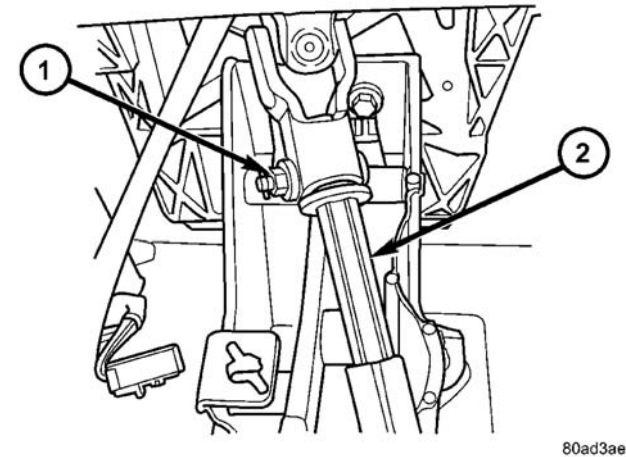

图 67 夹紧螺栓
(16) 拆下夹紧侧夹子，然后从转向管柱上的支架上拆下换挡拉线。
(17) 将方向盘从中间直行位置向右转动180°（倒置位置），然后取下钥匙，将转向管柱锁定到位。
(18) 拆下将转向管柱结合到中间轴的夹紧螺栓（图 67）。